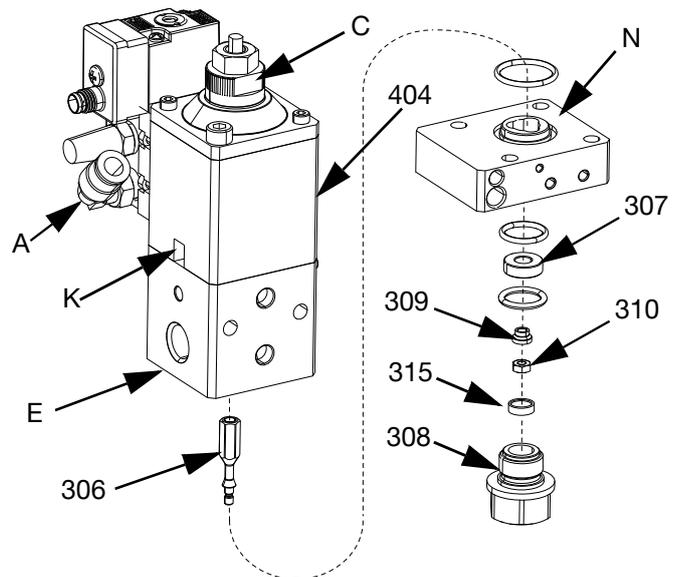

FIG. 16
1. Utilice la herramienta de montaje de juntas (806) para instalar el nuevo kit de juntas (101, 201) en el eje de pistón con la brida contra la sección de aire (B).
2. Retire y guarde la herramienta de montaje de juntas (806).
4. Coloque una llave Allen a través del eje de pistón (410) ubicado en el orificio de drenaje (K). Consulte la FIG. 16.